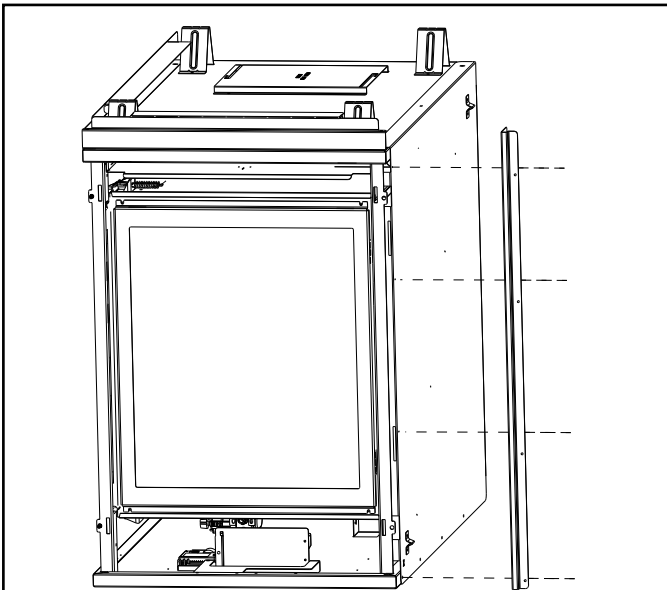

Figure 9.9 Fixer la bande de clouage sur le coin avant de l'unité
Le schéma montre la façon correcte de positionner, mettre de niveau et fixer le foyer (voir la figure 9.9). Les bandes de clouage fournies servent à fixer le foyer aux éléments d'encadrement.
2. Au moment d'installer un foyer **GDCL4136I** ou **GD-CR4136I**, retirer la bande de clouage située sur le côté de l'unité et la fixer sur le coin avant de l'unité, tel qu'illustré à la figure 9.9 (GDCR4136I).